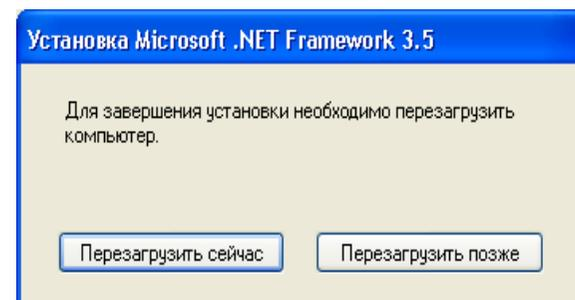

Рисунок 6.6
6) Для завершения установки программы "FrameWork\_3.5" щелкнуть по кнопке **Выход** и в появившемся окне (рисунок 6.6) щелкнуть по кнопке **Перезагрузить сейчас**. После перезагрузки ПК следует приступить ко второму этапу установки программы для управления трансформатором CA535.